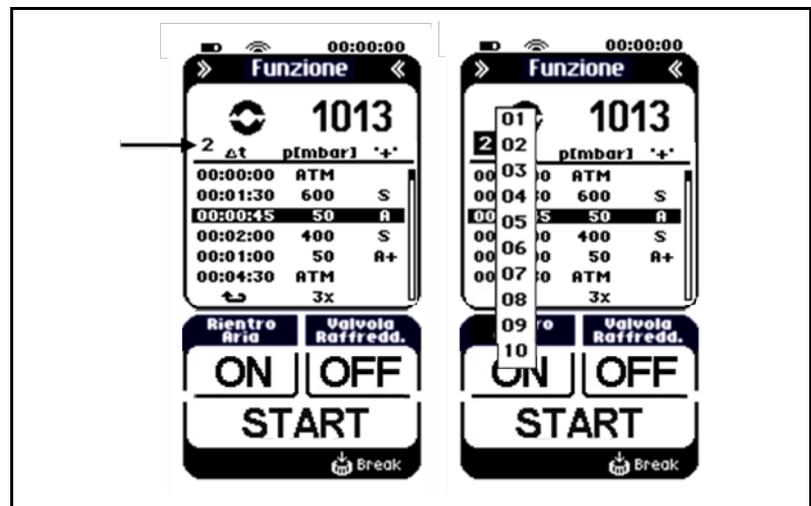

Fig. 13: menu nella modalità di funzionamento Funzione
Scelta della linea (v. fig. 13):
- premere il pulsante di selezione delle tabelle dei punti di riferimento (freccia in fig. 13) e selezionare la tabella desiderata.
**i** È possibile memorizzare fino a 10 tabelle dei punti di riferimento diverse e richiamarle in caso di necessità. Il numero sul display (freccia in fig. 13) mostra la tabella dei punti di riferimento attualmente selezionata.